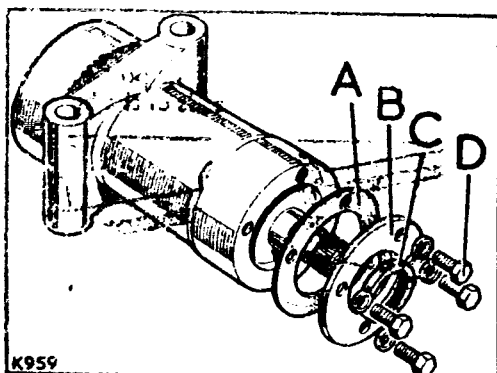

Fig. G1-69.- Brida del retén de aceite inferior
2. Retirar la brida, B (Fig. G1-69), de la parte inferior, en unión del retén de aceite, C y junta, A.